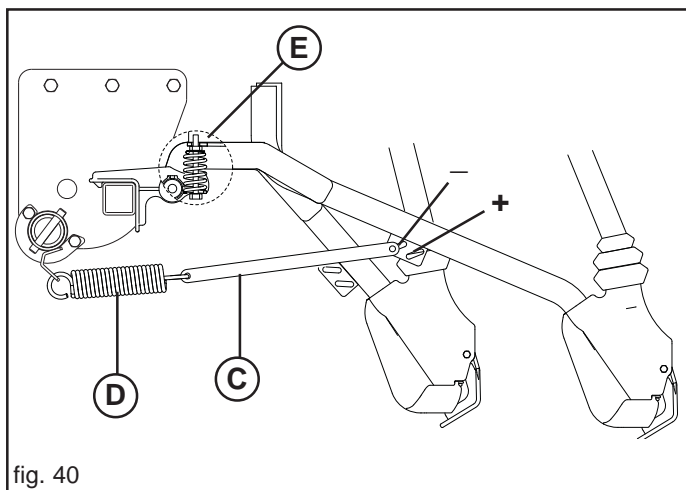

fig. 40
On peut ultérieurement régler la pression, séparément, en changeant la position de la tringle (C, Fig. 40).
Uniquement pour la version avec les socs en sabot, un accessoire est disponible : il s'agit d'un ressort (E, Fig. 40) qui permet de remettre à zéro le poids de chaque élément lorsque le ressort (D) est complètement déchargé. Dans ce cas, il est possible d'effectuer des semis superficiels.